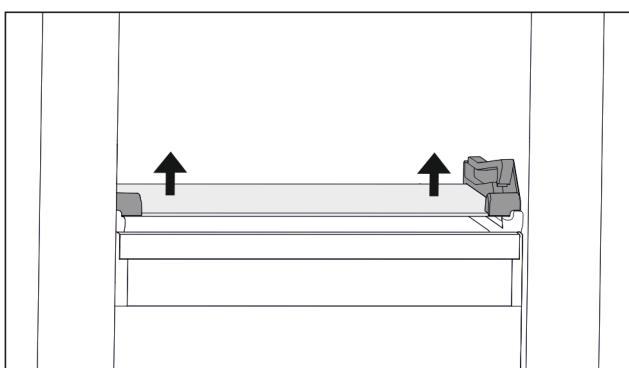

Fig. 72 Стъклена плоча на накланящото се чекмедже
- ▶ Натиснете стъклената плоча от долу нагоре от двете страни. (виж Fig. 72)